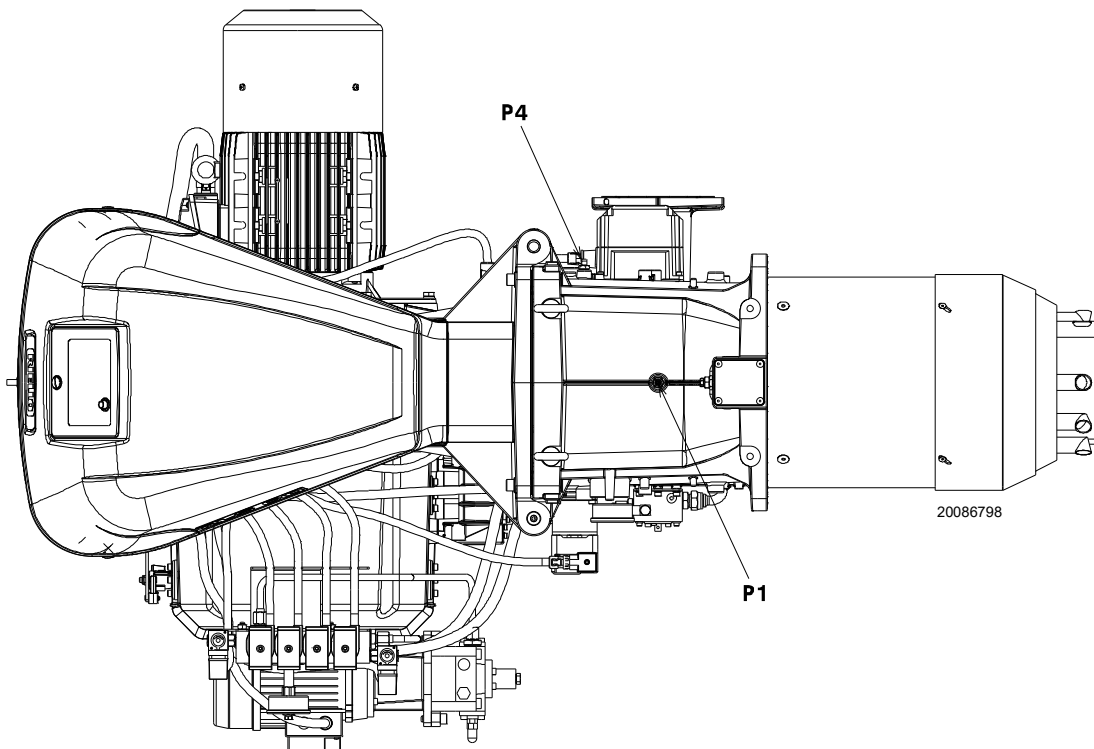

Abb. 27
Gasdruck, am Anschluss P1)(Abb. 27) gemessen mit:
- vom Gasdruck am Anschluss P1)(Abb. 27) den Druck in der Brennkammer abziehen.
Gasdruck am Anschluss P1)(Abb. 27) = 29,4 mbar
Um stattdessen den am Anschluss P1)(Abb. 27) notwendigen Gasdruck zu ermitteln, nachdem die Höchstleistung festgelegt wurde, bei der der Brenner arbeiten soll:
- Rechts, in Spalte 1, den Druck am Anschluss P1)(Abb. 27) ablesen.
Am Anschluss P1)(Abb. 27) erforderlicher Druck.